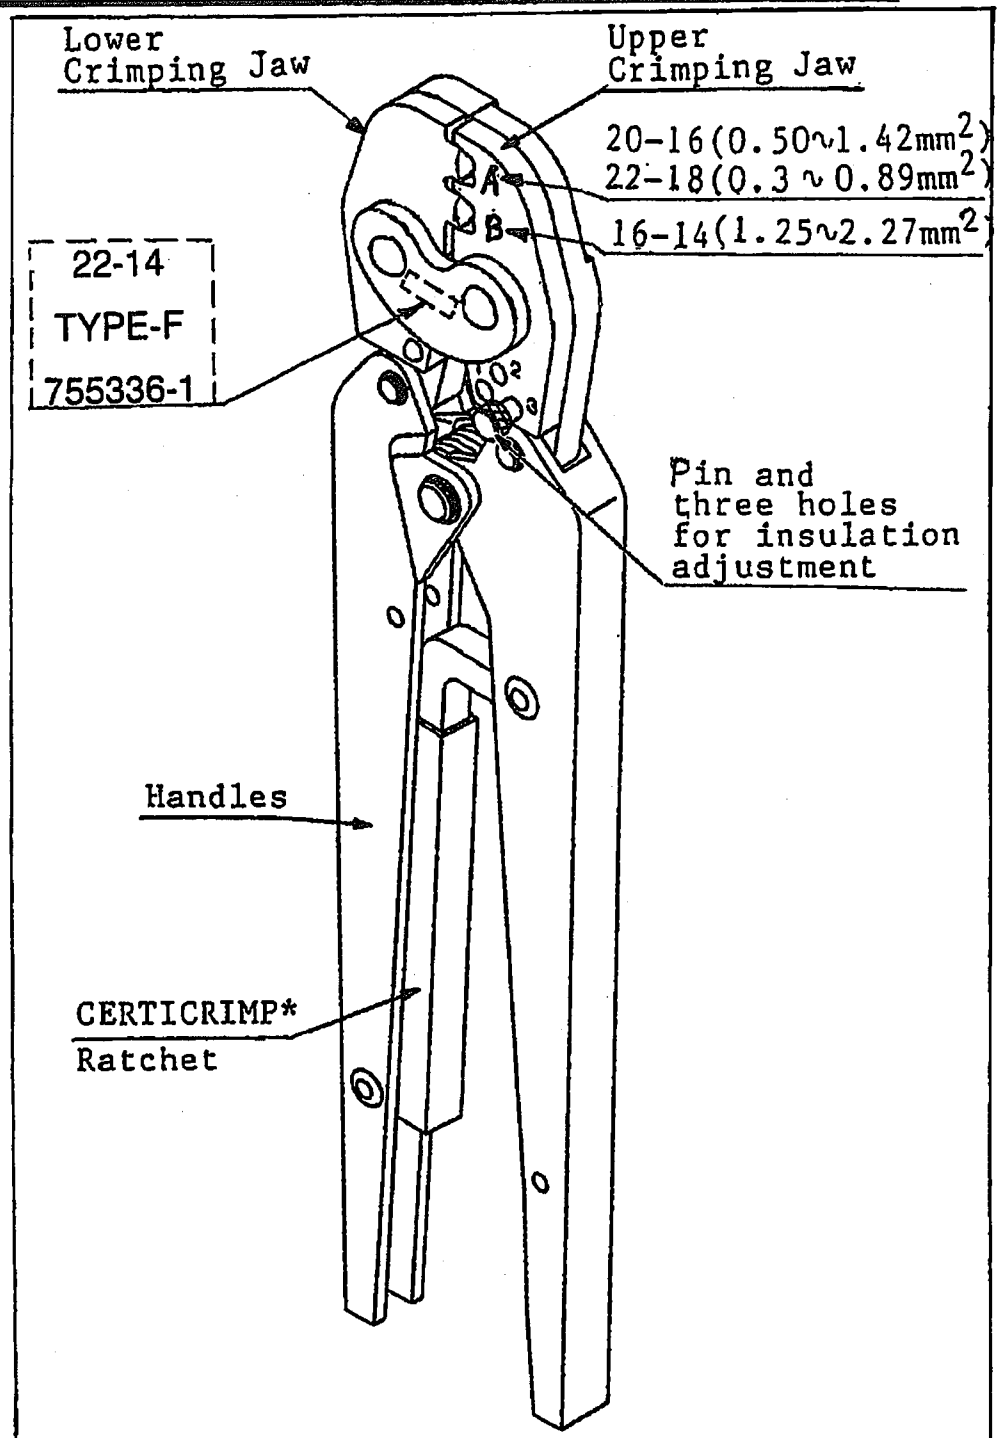

Fig. 1
1. The tool (See Fig. 1) covered by this Instruction Sheet crimps the applicable terminals listed in the chart (Fig. 2) below.
- この工具（図1参照）は表1に示す各種端子を撚線に圧着するのに使用されます。
- 工具には図1に示す様に圧着部が2箇所あり、A、Bの記号で指示されておりますが、これは使用端子に対する圧着箇所を示しております。（表1参照） 圧着箇所が違ふ場合は工具が損傷したり、圧着性能が低下しますので御注意下さい。